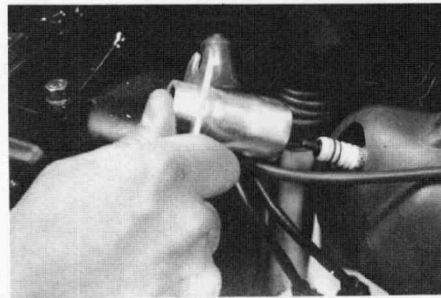

Fig. 27
**Desmontaje.**—Desmontar el cable de A. T. de la bujía y actuar sobre la misma con la llave de tubo (fig. 27).